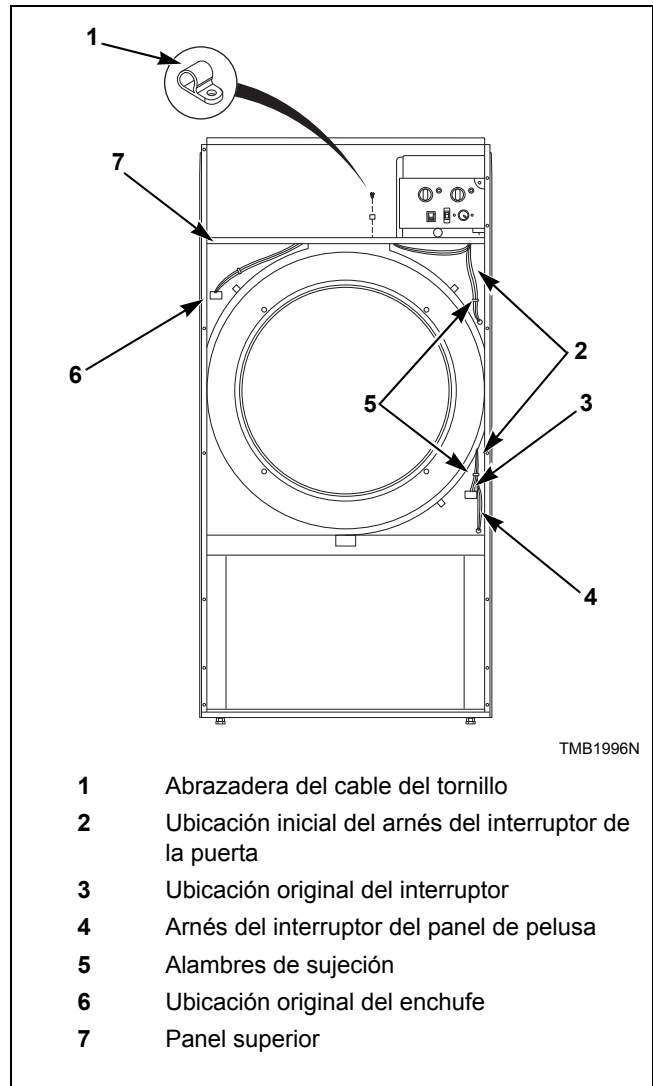

Figura 8
7. Cambie la ruta del arnés del interruptor de la puerta por el panel superior, a lo largo de la faldilla frontal, a través de la abrazadera del cable del tornillo, de vuelta hacia abajo a través del panel superior y hacia el interior del cuadrante izquierdo superior de la caja del cilindro. Consulte la *Figura 8*.